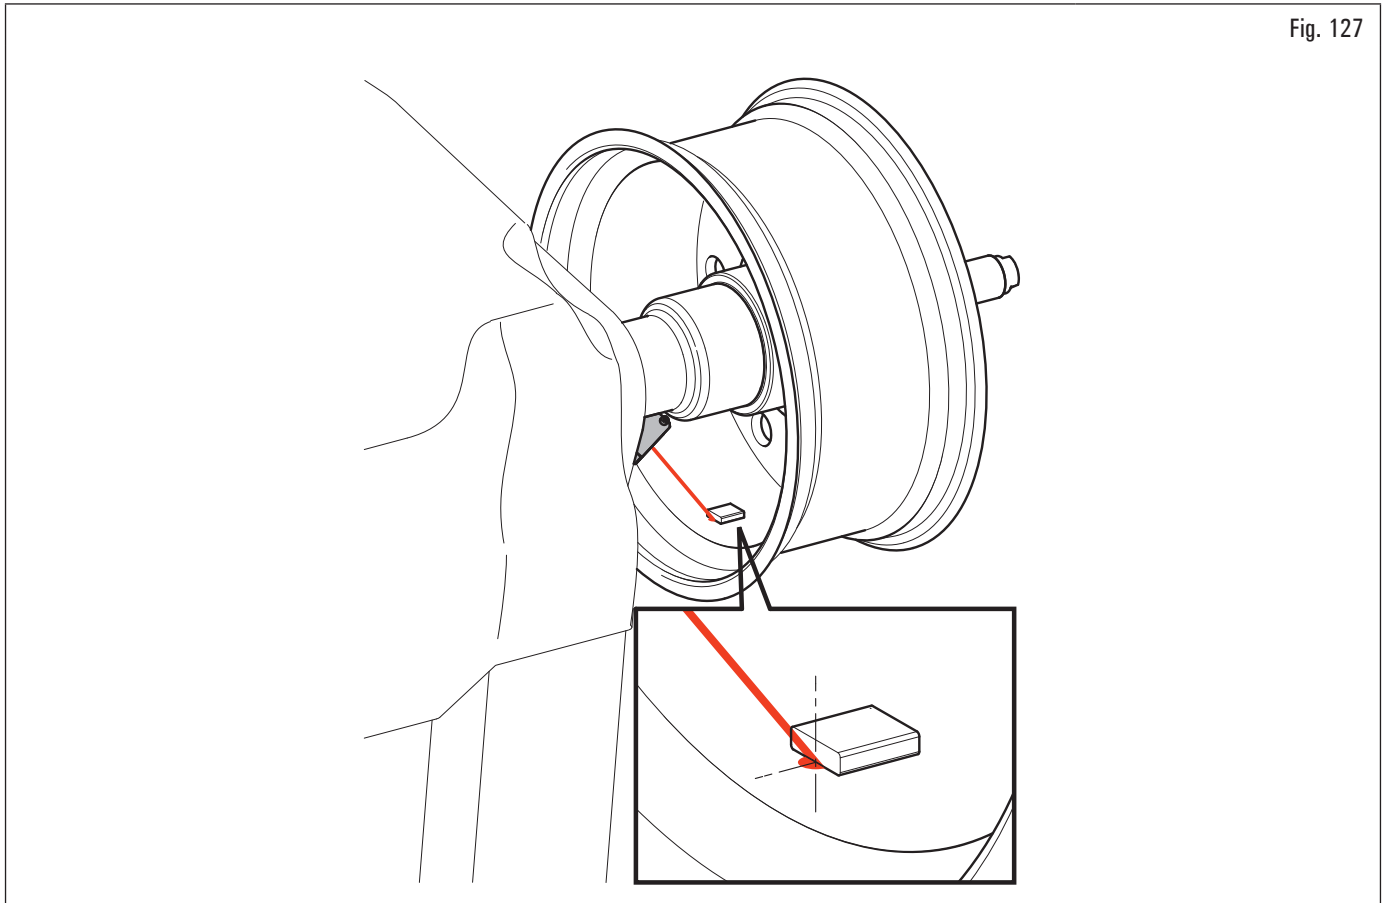

Fig. 127
Il peso adesivo deve essere applicato dal punto evidenziato dal puntatore verso l'interno del cerchio e con la sua mezzeria in corrispondenza del puntatore stesso (vedi Fig. 127).
3. premere il pulsante  per eseguire il ricalcolo del valore del peso da applicare nella nuova posizione impostata. A video viene riproposta la videata (Fig. 127) con i valori eventualmente aggiornati;
4. nel caso in cui l'operatore ritenga di voler modificare il punto di applicazione del peso adesivo "lato interno ruota", è sufficiente premere il pulsante (Fig. 127 rif. 2). La ruota, il laser e la videata si predispongono all'applicazione di tale peso.